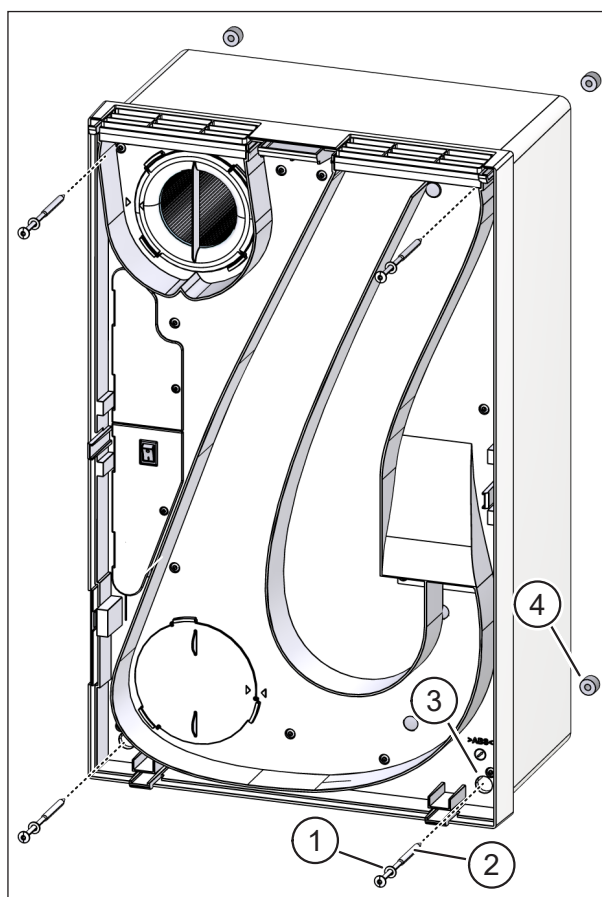

Fig. 31: Inserarea șuruburilor de fixare
- ▶ Puneți șaibe (elementul 1 în Fig. 31) pe șuruburile cu cap în cruce (elementul 2 în Fig. 31) și introduceți-le în găurile din carcasă (elementul 3 în Fig. 31).
- ▶ Înșurubați cele patru ghidaje de centrare (elementul 4 în Fig. 31) pe cele patru șuruburi cu cap în cruce din spate până când capul fiecărui șurub cu cap în cruce iese cu aproximativ 10 mm deasupra ghidajului de centrare.